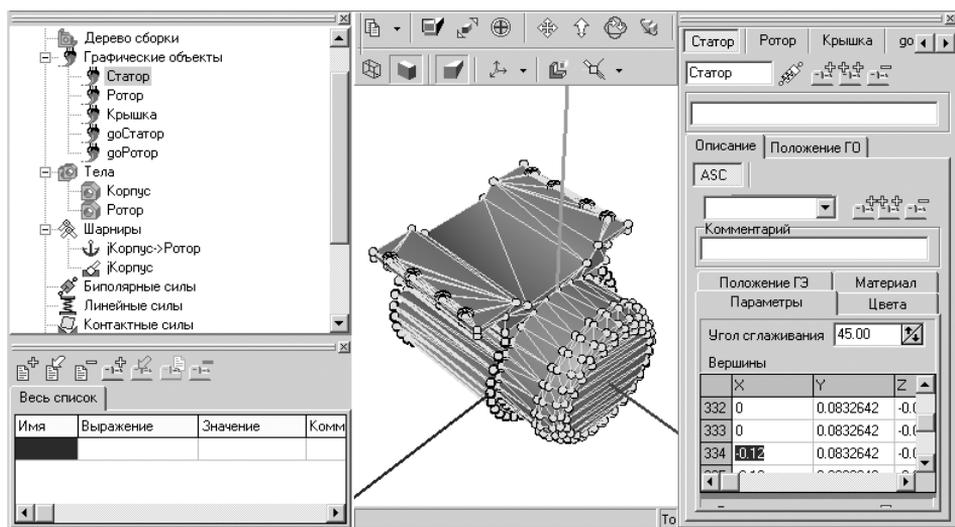

Рис. 2.94. Фрагмент главного окна системы **Универсальный механизм Express** с окном **Инспектор** после щелчка по выбранной точке на станине корпуса
- переместите указатель мыши в угловую точку станины, например самую верхнюю точку, и щелкните мышью. Появятся координаты указанной вспомогательной точки в окне **Инспектор**, см. рис. 2.94;